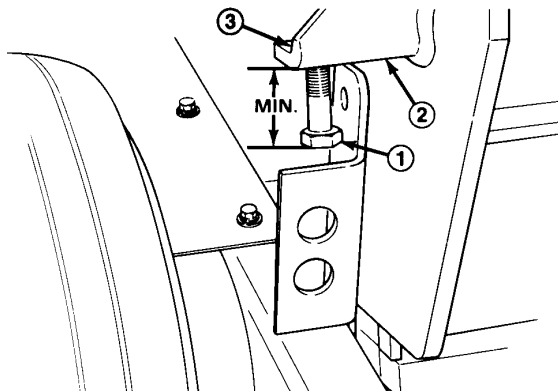

Bild 11
- Die Klemmmutter an der Oberseite des Einstellprofils (Bild 11) lockern.
- Die Einstellschraube in das Profil einschrauben, um die Aushebungstiefe zu vergrößern. Herausschrauben, um die Aushebungstiefe zu reduzieren (Bild 11).
- Die empfohlene Aushebungstiefe wird dann realisiert, wenn der Abstand zwischen dem Ende des Schraubenkopfes und dem Profil 17,5 mm ( $11/16''$ ) ist (Bild 11).